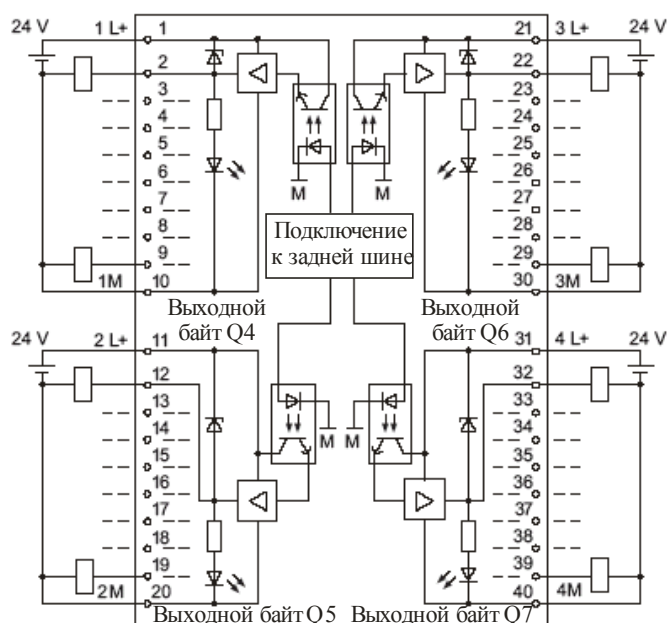

Рис. 1.3. Принципиальная схема цифрового модуля вывода SM322 DO32xDC24V/0,5A
**Модуль вывода дискретных (цифровых) сигналов** имеет четыре выходных байта с адресами Q4...Q7. В работе использованы только выходные байты Q4 и Q5. Как видно из схемы (рис. 1.3) состояние каждого канала выхода индицируется светодиодом, расположенном на лицевой панели модуля. В каждом канале предусмотрен стабилитрон для защиты цепей канала от перенапряжений при коммутации активно-индуктивной нагрузки. Коммутируемые напряжения и токи приведены в обозначении модуля. Диапазон сопротивления нагрузки от 48 Ом до 4 кОм.